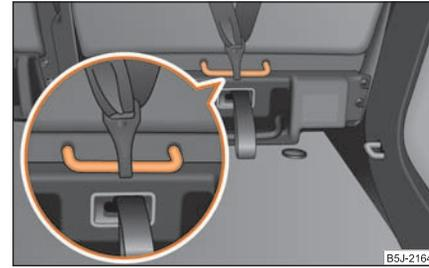

Abb. 164 Rückseite: Top Tether
Die hinteren äußeren Sitze bzw. auch der mittlere Sitz (gilt nur für einige Länder) sind zur Erhöhung der Sicherheit mitfahrender Kinder serienmäßig mit dem Befestigungssystem „Top Tether“ an der Rückseite der Sitzlehne ausgestattet ⇒ Abb. 164. Führen Sie den Ein- und Ausbau immer nach der beigefügten Anleitung des Kindersitzherstellers durch.
- **Befestigen Sie die Kindersitze mit dem „Top Tether“-System nur an den dafür vorgesehenen Stellen ⇒ Abb. 164.**